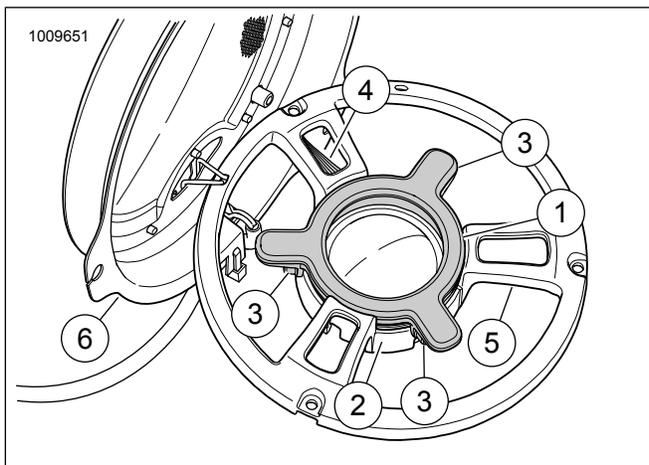

Abbildung 4. Lautsprechergitter, Hochtוןlautsprecher, Hochtönerbrücke und LED-Beleuchtung
7. Siehe Abbildung 4. Die Hochtönerbrücke (5) in das Lautsprechergitter (6) einbauen. Die vorher ausgebauten Befestigungsteile wiederverwenden.